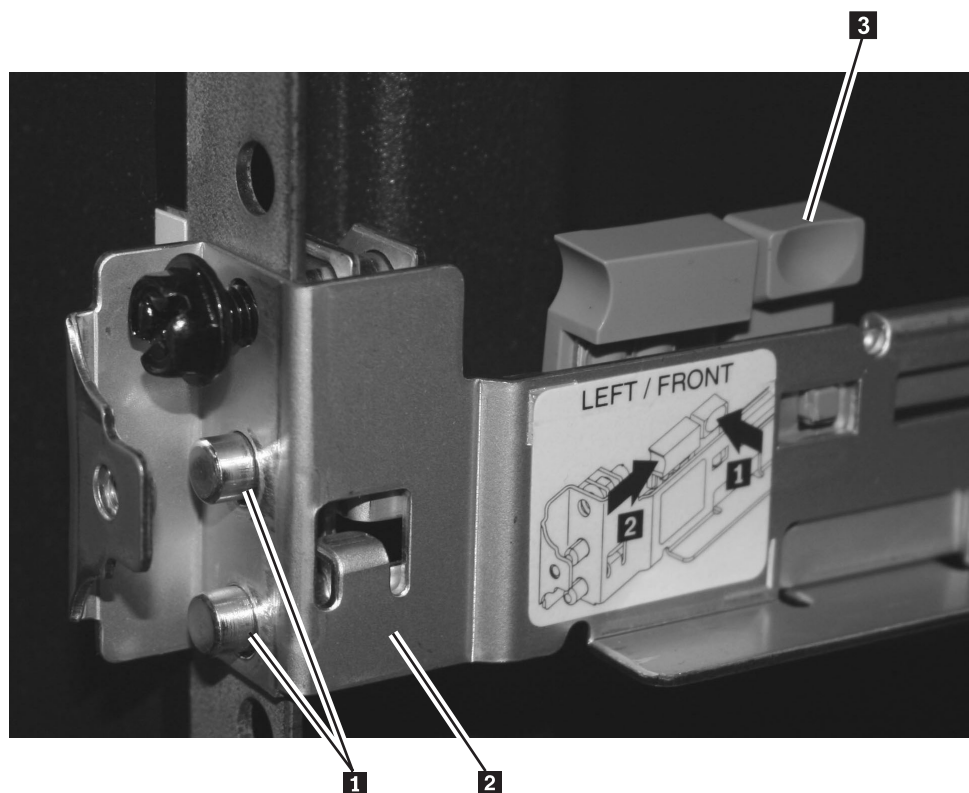

図 54. SAN ボリューム・コントローラー 2145-8A4 の左前面サポート・レール上のピンと、前面マウント・フランジとの位置合わせ
- a. 前部から始めて、前部レール・ロック・キャリアのピン (82 ページの図 54 の **1**) を、ラック・マウント・フランジ (**2**) の穴に位置合わせします。
- b. 小さい方の青色のタブ **3** をレールから離れる方向に押して、レール・ロック・ラッチを解放します。ピンは、ばねによって閉位置になります。図 54 に示すように、ピンがマウント・フランジの穴を完全に通り抜けているようにします。